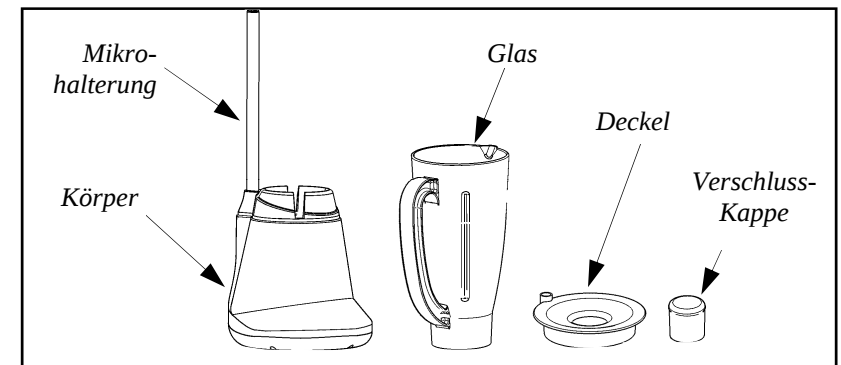

ABB. 10 - Zur Reinigung abmontiertes Gerät
6.2.1 - Reinigung des Glases (siehe *ABB.10*)
6.2.2 - Generalreinigung (siehe *ABB.10*)